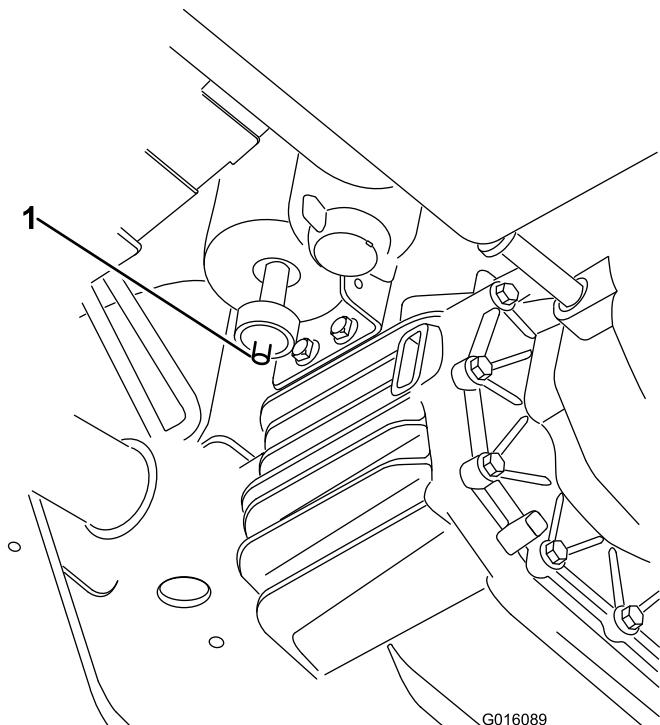

Figura 45
1. Posizionate il filtro dell'aria nella parte inferiore del canister a carboni attivi (Figura 45).